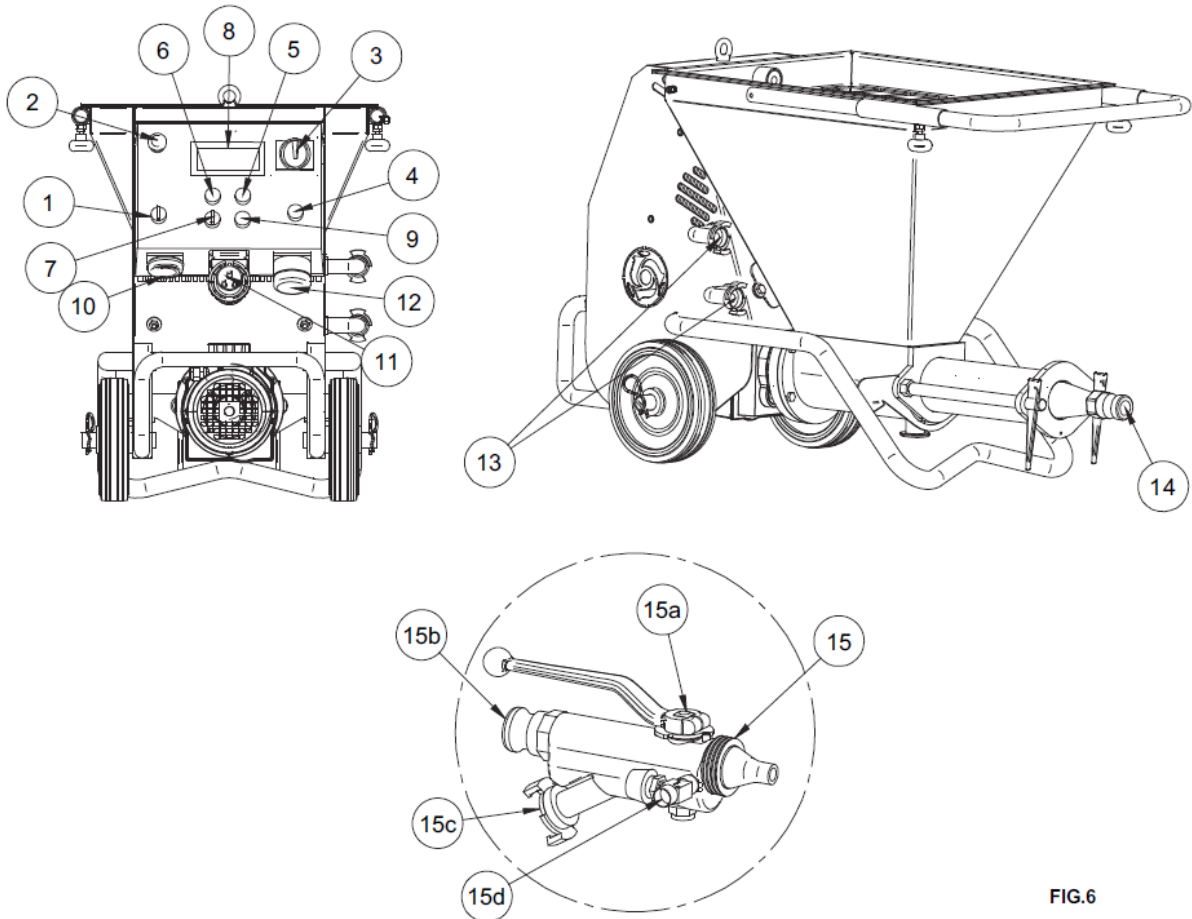

FIG.6
11. MISE EN MARCHÉ (voir fig.6)